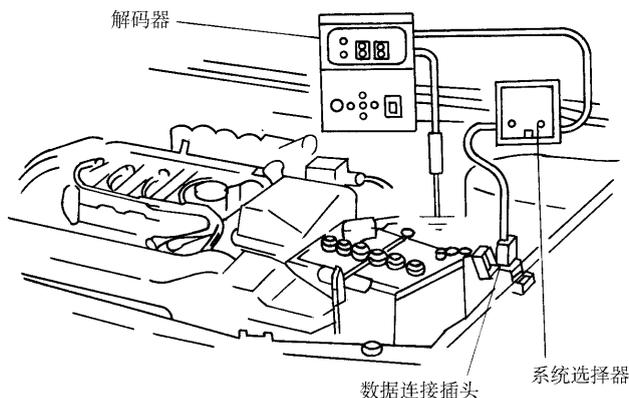
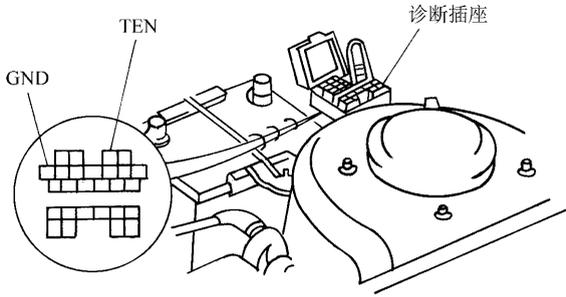

图 6-1 连接系统选择器至诊断插座
图 6-2 马自达轿车诊断插座
(1) 使用解码器（49H0189A1）和系统选择器去提取故障码。使连接解码器的一根导线接地，并使另一导线与系统选择器相连，诊断插座位于蓄电池附近。连接系统选择器至诊断插座，如图 6-1 所示。如果不具备解码器和系统选择器，可用跨接线连接诊断插座 TEN 和 GND 端子，如图 6-2 所示。
(2) 用跨接线使试验插头接地, 接通点火开关, 但不使发动机运转, 大约 6s。然后启动并使发动机在 2000r/min 下工作 2min, 观察是否有故障码显示。
(3) 当使用解码器和系统选择器清除故障码时, 可脱开蓄电池负极电缆, 踩下制动踏板 20s 以上, 然后重新连好蓄电池负极电缆。重新连好解码器和系统选择器, 如图 6-2 所示。接通点火开关, 但不使发动机运转, 等待约 6s, 然后启动发动机并使其在 2000r/min 运转约 3min。观察是否有故障码显示。